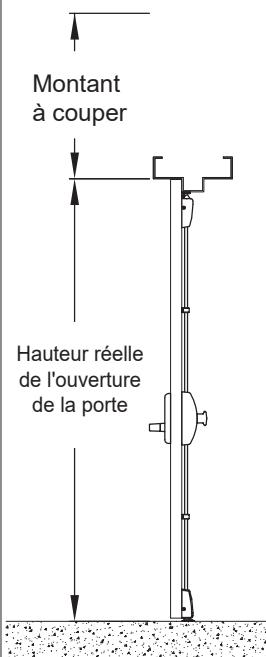

Figure 2
2. Les tiges fournies sont pour une hauteur de porte de 7 pieds (84"). Si la hauteur de la porte est inférieure à 7 pieds, raccourcissez la tige supérieure de la différence (Figure 2). Repérez-vous à la page 10.